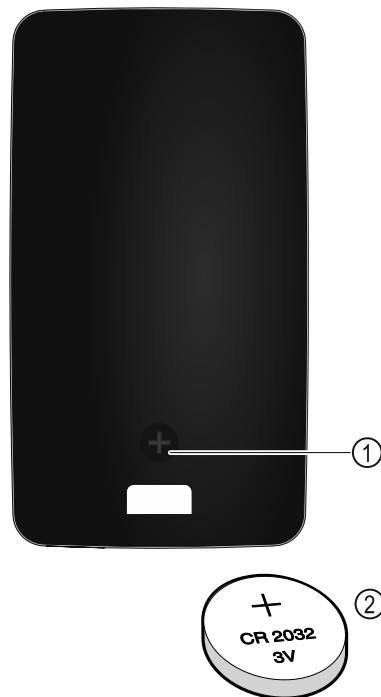

Fig. 256
Napájení dálkového ovládání proudem probíhá pomocí baterie typu CR 2032 na 3 V Fig. 256 (2), jakou lze běžně obdržet v dané prodejně.
- ▶ Vyšroubujte šroubek Fig. 256 (1) na zadní straně dálkového ovládání.